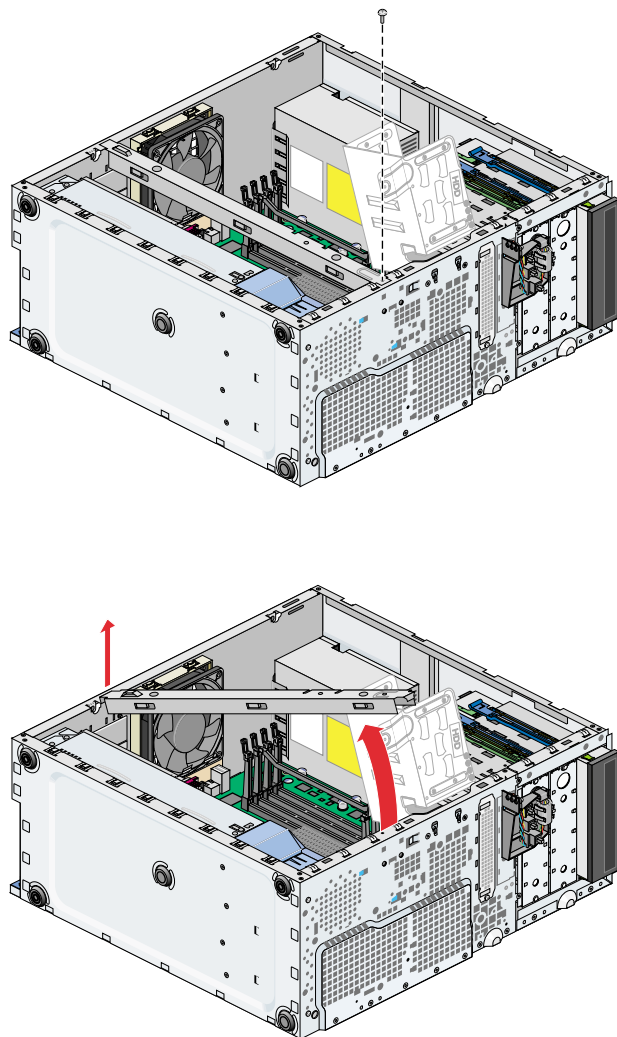

図 4-43 シャーシ補強バーの取外し
4. シャーシ補強バーをシャーシに固定しているねじを取外します。続いて、シャーシ補強バーをシャーシ背面の方向に回転させて取外します。図 4-43 を参照してください。